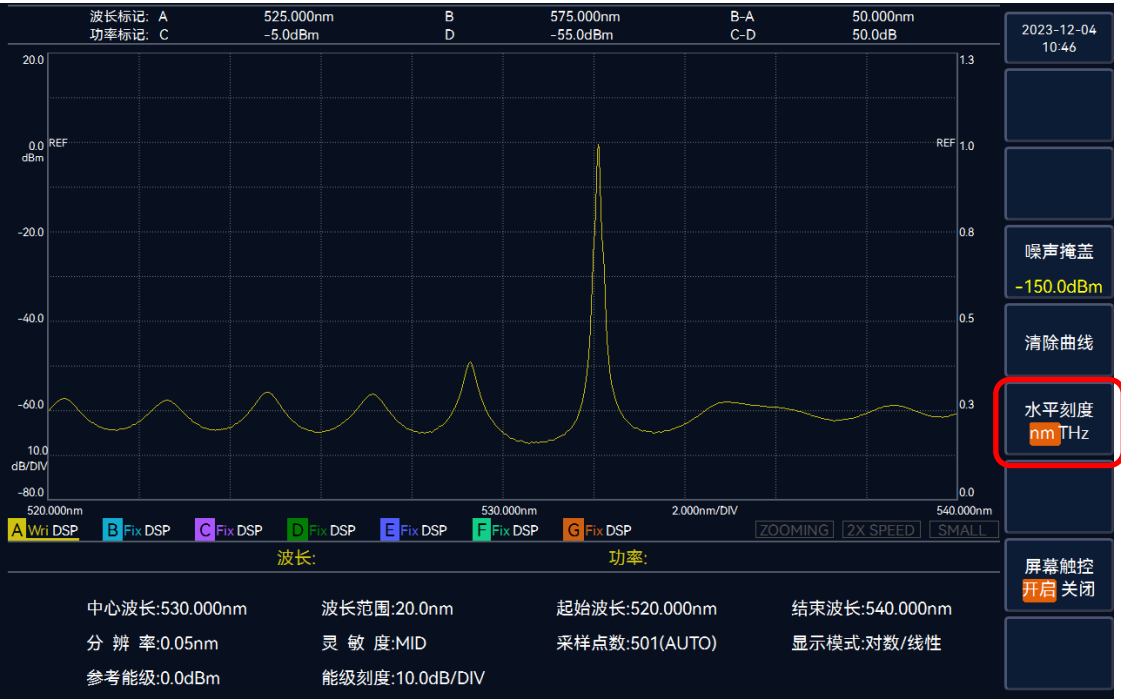

图 3.34 设置水平轴单位
2. 点击【水平刻度】，完成设置。操作界面如图 3.34 所示。